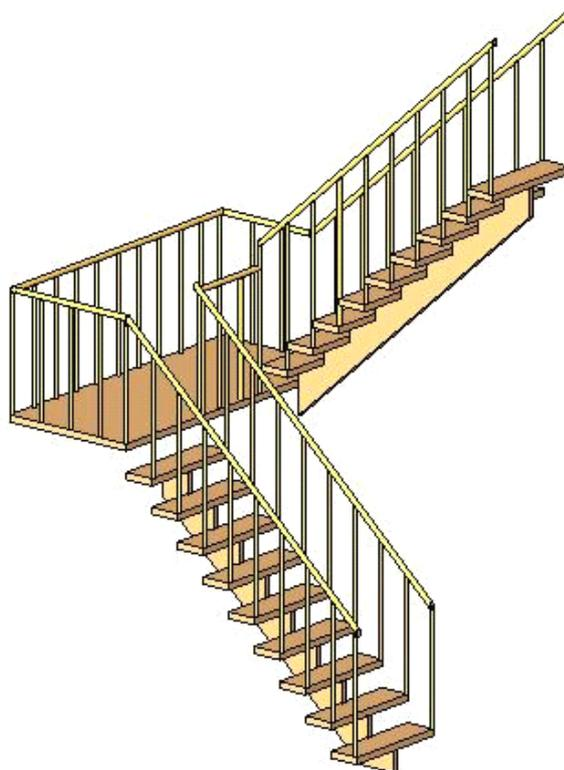

图 24.2-11
- 4、住宅户内无踢面中间踢梁木楼梯：宽度 800，踏板深度 220mm，最大踢面高度 300mm，勾选开始于踢面，结束于踢面(如图 24.2-11 所示)。